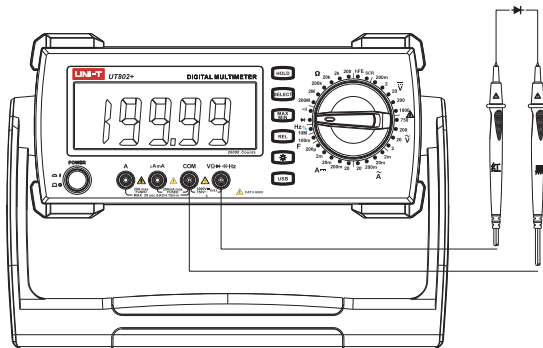

图8. 二极管(LED)测量
- 2) 将旋转开关转到测量档▶|◀, 图8, 将表笔并联到被测二极管。